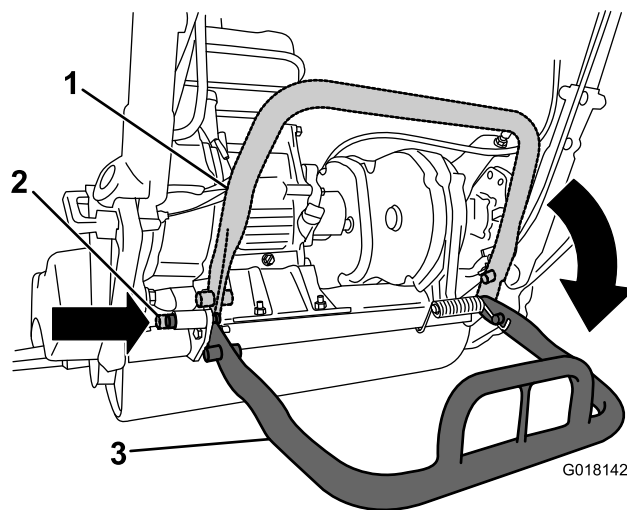

Figura 5
2. Abbassate il cavalletto e premete il perno di bloccaggio per fissarlo in posizione di servizio (Figura 5). Appoggiate la macchina sul perno di bloccaggio.